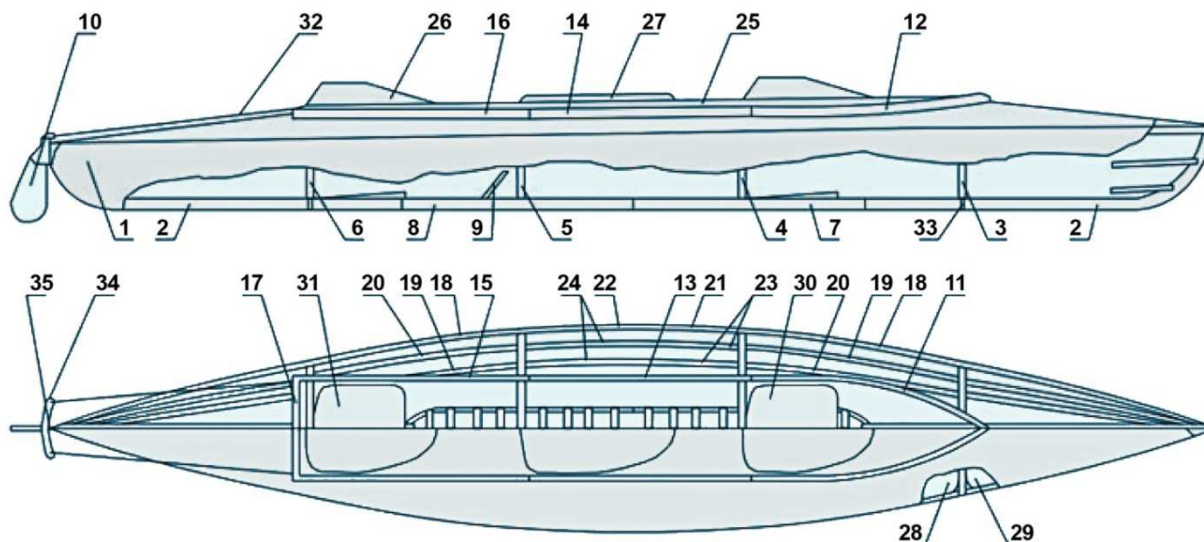

Рисунок 1. Байдарка Таймень-2.
Байдарка (рис. 1) состоит из металлического разборного каркаса и мягкой оболочки 1.
После фиксации шпангоута № 2 на кильсоне, установите короткие стрингеры 23 и привальные брусья 21 (рис. 1).
9. Установку фальшбортов 11, 12, 13, 14, 15, 16 (рис. 1) следует начинать с носовых дугообразных фальшбортов. Установите фальшборт на верхнюю скобу шпангоута № 1, и зафиксируйте его на скобе с помощью крючка. Продольный паз на фальшборте между трубкой и приклепанной к ней пластиной должен располагаться сверху. Заправьте в паз фальшборта кромку деки оболочки. Если брезент тяжело тянется намочить его водой с помощью губки. Состыкуйте с носовым фальшбортом средний фальшборт (с прямыми торцами) и заправьте кромку деки в его паз. Установите состыкованные фальшборта на скобу шпангоута № 4 (кромка деки должна огибать скобу снизу) и зафиксируйте их крючком. Аналогично установите остальные фальшборта. Установите фальшборт кормовой 17.